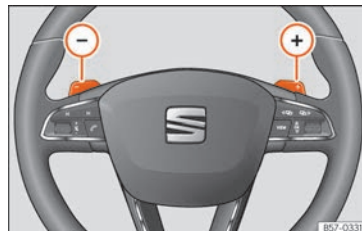

Abb. 223 Lenkrad: die Hebel für Automatikgetriebe.
- Tippen Sie die Schaltwippe (+), um einen Gang hochzuschalten »» Abb. 223.